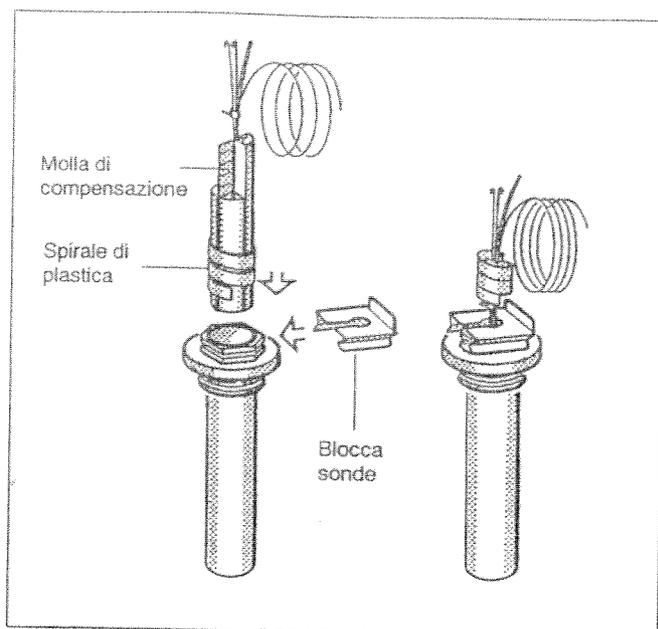

Fig. 10: Guaina d'immersione e sonde di temperatura
- Inserire le sonde di temperatura nella guaina d'immersione fino all'arresto. La spirale di plastica arretra automaticamente. La molla di compensazione deve essere anch'essa spinta nella guaina d'immersione (Fig. 10).
- Premere il blocco sonde (volume di fornitura apparecchio di regolazione) dal lato o dall'alto sulla testa della guaina d'immersione (Fig. 10).